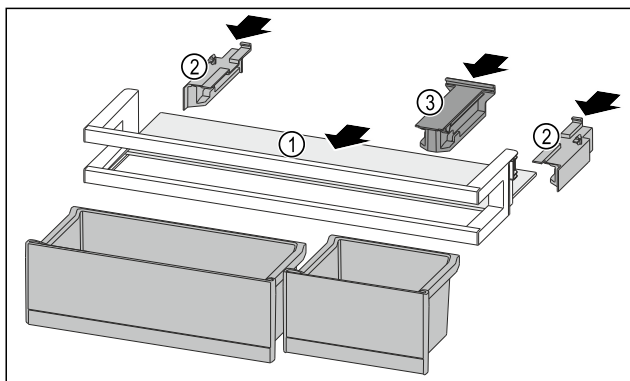

Fig. 142
- Abstellfläche Fig. 142 (1) in die seitlichen Aussparungen einschieben.
- Seitenteile Fig. 142 (2) einsetzen.
- Halteteil Fig. 142 (3) einsetzen.